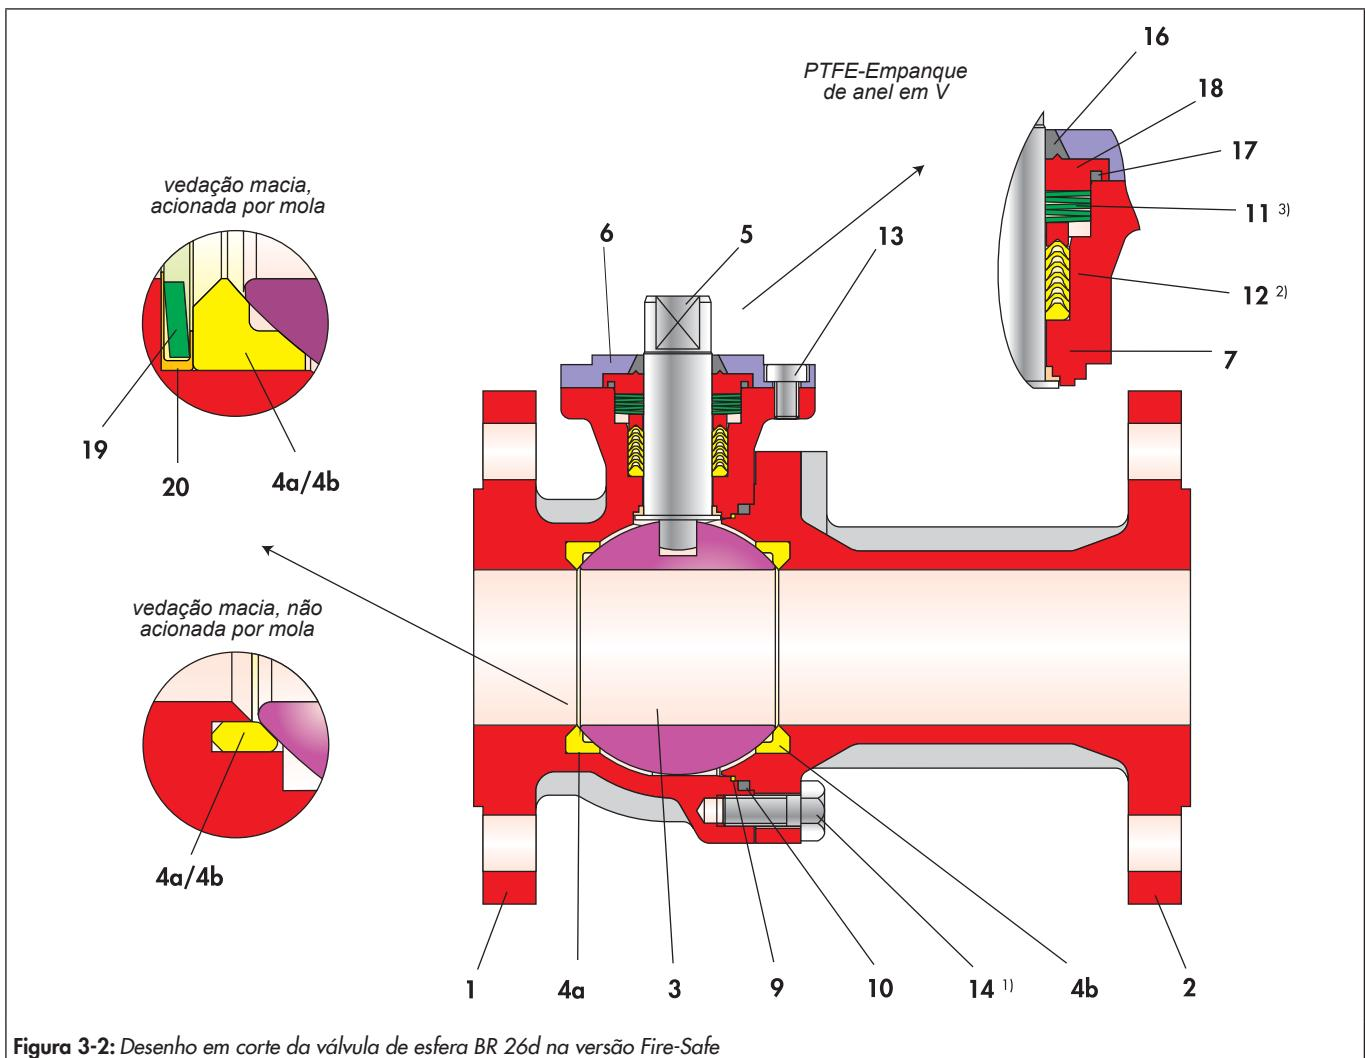

Figura 3-2: Desenho em corte da válvula de esfera BR 26d na versão Fire-Safe
- ⇒ Deslizar o empanque de anel em V (12) sobre o veio de comando montado (5) com um ligeiro movimento de rotação e inseri-lo no suporte de empanque do corpo de base (1). Consultar a disposição e o número de anéis em V na Figura 3-2 e na Tabela 3-5.
⇒ Colocar o jogo de molas de disco (11) sobre o empanque (12). Consultar a disposição e o número de anilhas de mola na Figura 3-2, na Tabela 3-5 e na Tabela 3-6.